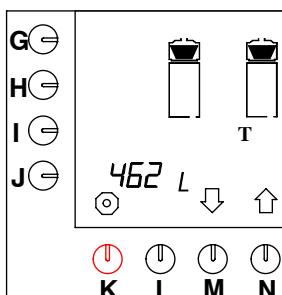

Fig. 38 Contador total del sistema de preparación de café
- Mantenga apretada la tecla de programación (N.)↑ hasta que en el display aparezca fig. 38 .